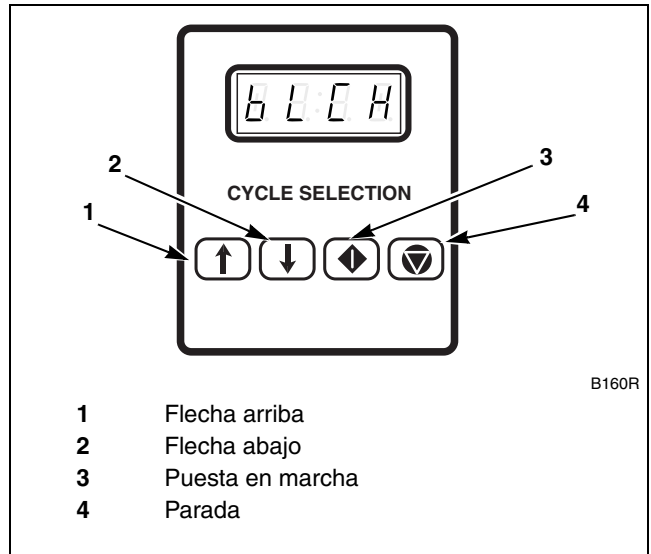

Figura 30
9. **Siempre que sea aplicable,** añada blanqueador al depósito 2 cuando la pantalla indique “bLCH”. Consulte la *Figura 30*.